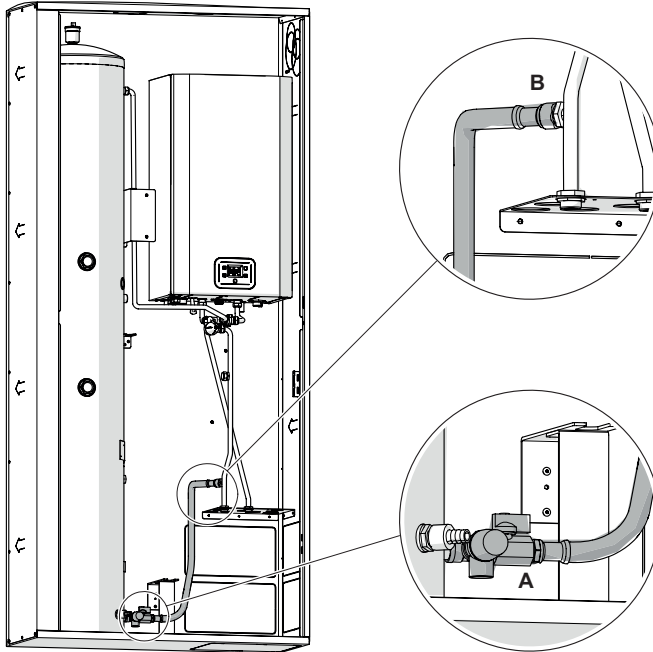

Figura 3.8
Collegare il 'Tubo flessibile' all'assieme valvola 8 bar (A) e al tubo ingresso acqua fredda (B) come rappresentato in Figura 3.8.